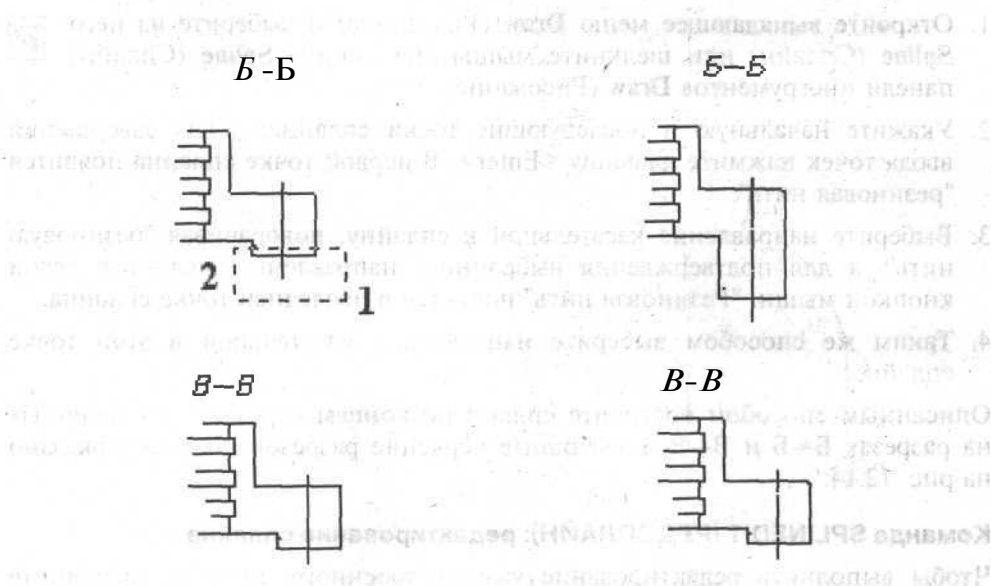

Рис. 12.15. Выбранный секущей рамкой выступ до и после растяжения командой **Stretch**
- Выберите секущей рамкой справа налево от точки 1 к точке 2 (рис. 12.15) нижний выступ разреза. Секущая рамка должна пересекать боковые стороны выступа и включать в себя нижний его отрезок. Для завершения выбора объектов нажмите клавишу <Enter>.
- На запрос о вводе координат второй точки перемещения нажмите клавишу <Enter>. Отрезок, полностью охваченный секущей рамкой, перемещается без растягивания, а боковые отрезки, у которых только две вершины расположены внутри секущей рамки, растягиваются (см. рис. 12.15),